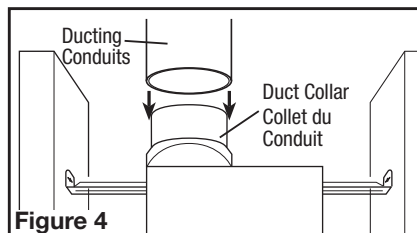

Figure 4
- Connect the ducting to the fan's duct collar (Figure 4). Secure in place using tape or screw clamp. Always duct the fan to the outside through a wall or roof cap. It is recommended that low restriction termination fittings be used.
- Raccorder le conduit au collet de conduit du ventilateur (Figure 4). Fixer en place à l'aide de ruban ou de serre-joint. Toujours évacuer le ventilateur vers l'extérieur au travers de chapeau mural ou de toit. Il est recommandé que les raccords d'extrémité basse de restriction sont utilisées.